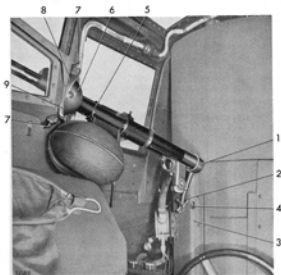

Abb. 40:
- (1) Die Zurrkappe 8-217.9220-41 für das linke MG 15 nach Abb. 40 an dem Verkleidungsblech der Führersitzpanzerung mit je einer Linsensenkschraube M 4 x 24 und M 4 x 14 mit Mutter, Scheibe und Splint festschrauben.